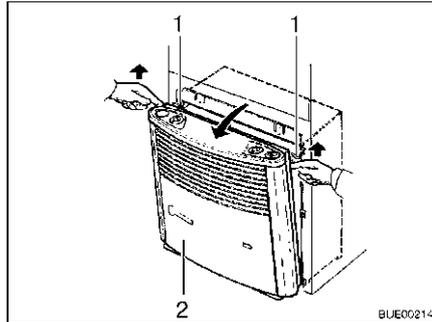

Bild 124 Heizungsverkleidung abnehmen
- Heizungsverkleidung (Bild 124,2) abnehmen. Dazu die Verkleidung oben nach vorn ziehen, Haltefedern (Bild 124,1) seitlich nach oben drücken und Verkleidung nach vorn klappen.